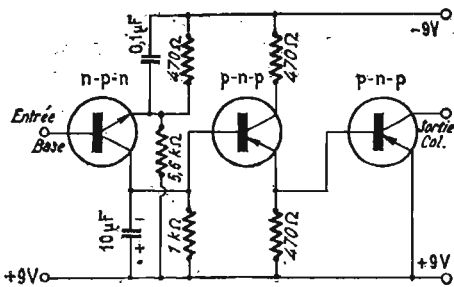

FIG. 6. — Schéma de l'indicateur stéréophonique. Un transistor supplémentaire AC139 (voir figure 1) est câblé extérieurement à ce module
**L'indicateur d'émissions stéréophoniques :** Les tensions de 33 kHz sont prélevées sur le bobinage du circuit collecteur du transistor SFT316 du décodeur et appliquées à l'indicateur stéréo (réf. 1S47) de la figure 6.